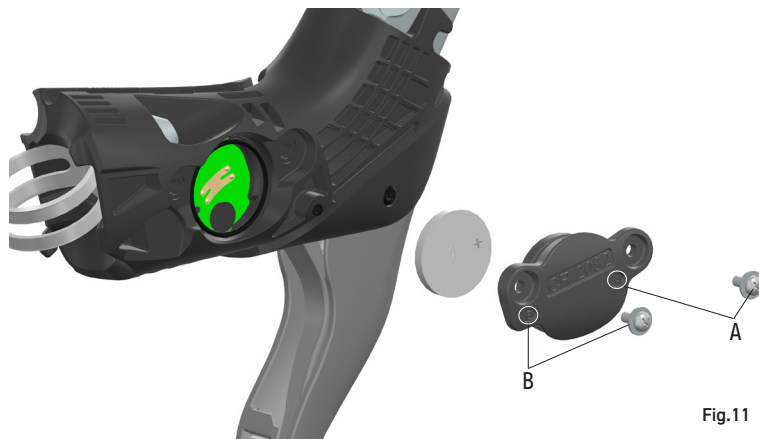

Fig.11
- Utilice un destornillador Phillips para desenroscar y retirar el tornillo y la arandela de la posición A (Fig. 11), y luego proceda a hacer lo mismo con el tornillo y la arandela de la posición B (Fig. 11).
- Para retirar la tapa de la batería, utilice el saliente de la tapa situado cerca del tornillo B (Fig. 11).
- Retire la pila e inserte una pila CR2032, asegurándose de que el lado con el símbolo «+» esté orientado hacia la tapa (Fig.11).
- Vuelva a colocar la tapa y apriete los dos tornillos con un destornillador Phillips (Fig.11).